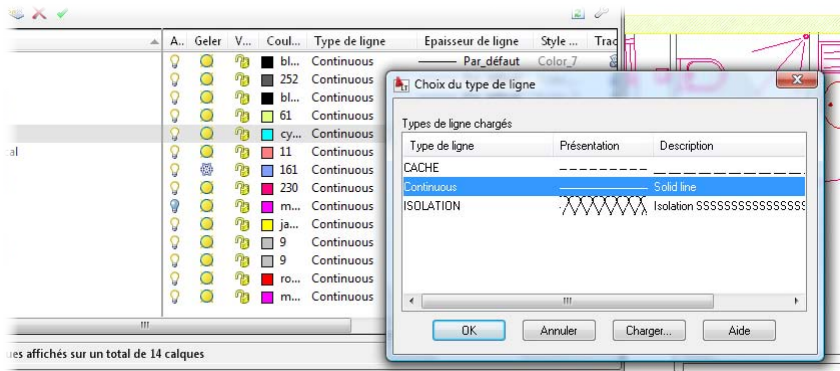
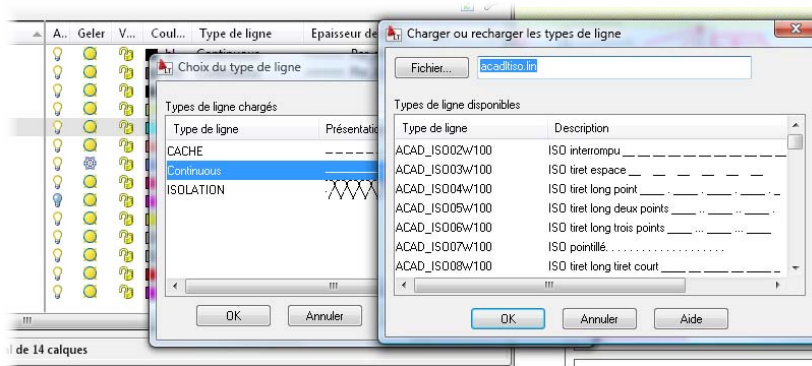

Figure 4.46
Figure 4.47
- Explorons maintenant la possibilité qu'offre le gestionnaire de calques de paramétrer également le type de lignes associées à un calque. Cliquez sur l'onglet Type de ligne du calque « isolation » (voir Figure 4.46). S'ouvre alors une boîte de dialogue proposant plusieurs types de ligne. Il est également possible d'avoir plus de choix en cliquant sur le bouton Charger (voir Figure 4.47). Nous choisissons dans cet exemple un type de ligne symbolisant une isolation.